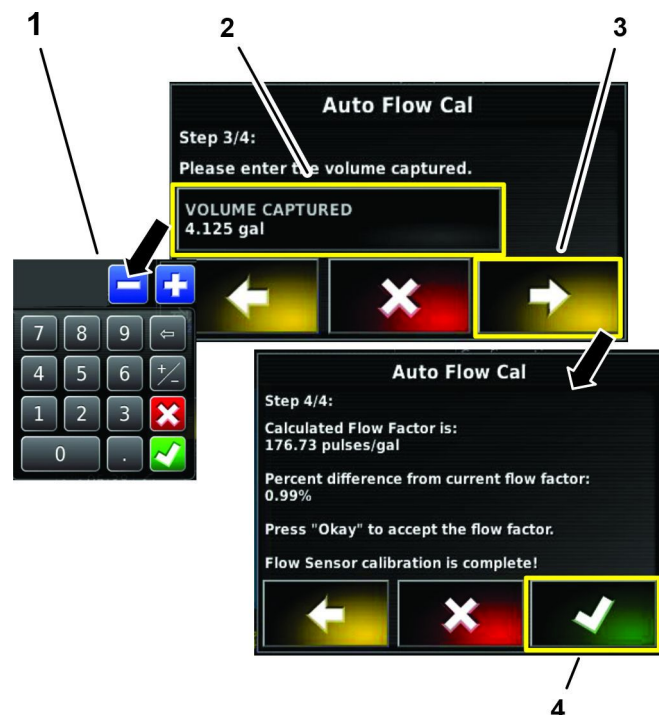

Figure 173
1. À l'étape 3 sur 4 de l'assistant d'étalonnage de débit automatique, appuyez sur l'icône VOLUME RÉCUPÉRÉ, saisissez le volume que vous avez converti à l'étape 4 de Calcul du volume pulvérisé en 60 secondes \(page 70\) avec le clavier virtuel et appuyez sur l'icône de confirmation (Figure 173).
2. Appuyez sur l'icône Suivant (Figure 173).
3. À l'étape 4 sur 4 de l'assistant d'étalonnage de débit automatique, appuyez sur l'icône de confirmation (Figure 173).